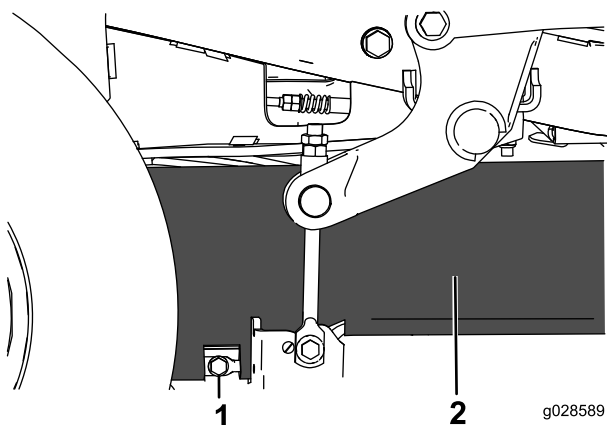

図 2
1. 刈り込みデッキカーテンの下部ボルトをゆるめてカーテンを開放する 図 2。このボルトは捨てずに保管する。